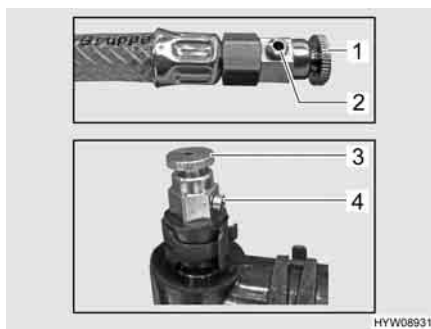

Fig. 169 Valvole di sfiato del riscaldamento ad acqua calda
- Aprire la valvola di sfiato (Fig. 169,1 o 3) e lasciarla aperta finché non esce più aria dall'apertura della valvola (Fig. 169,2 o 4).